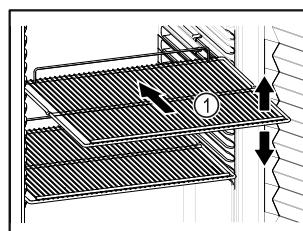

Fig. 71 Примерно изображение
- Ако стелажите за съхранение Fig. 71 (1) могат да се мястят, регулирайте ги според височината.